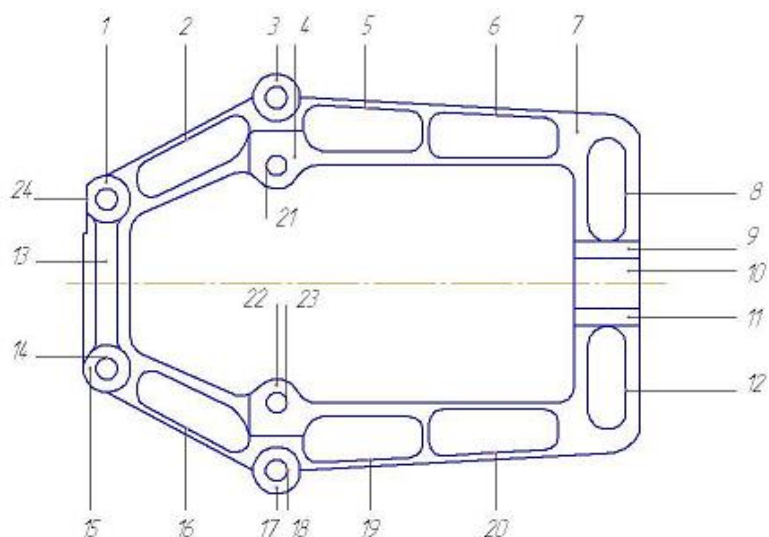

Рисунок 1 - Обозначение поверхностей детали
- описание служебного назначения детали с указанием основных ее поверхностей. Для более полного представления поверхности желательно обозначить на эскизе (рисунок 1);